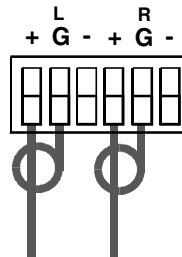

Рис. 5. Подключение приемников небалансного стереофонического аудиосигнала
- приемников небалансного аудиосигнала (рис. 5)
На рис. 5 показано подключение приемника, работающего с небалансным аудиосигналом, к балансному выходу коммутатора: